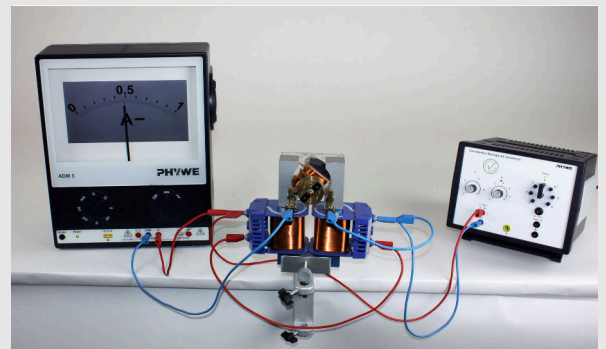

Fig. 2
- Completa la estructura según la Fig. 2 y la Fig. 3.